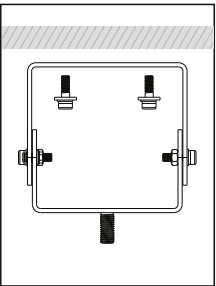

Рис. 2
- 5.12.2 Подготовьте отверстия для винтов в потолке в соответствии с перфорацией монтажного кронштейна типа лира, после чего надежно закрепите кронштейн (рис. 2).